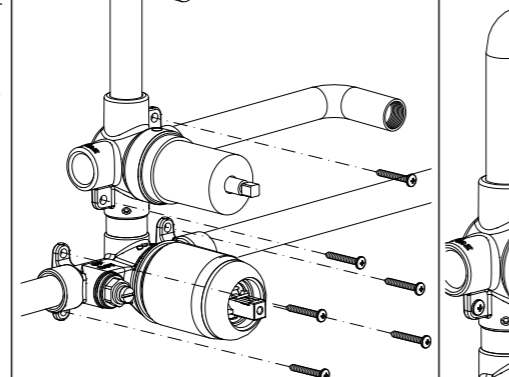

Fig. 10
6) Para comprobar la ausencia de fugas en la instalación coloque tapones en las salidas (Fig. 10).
6) Place plugs in the outlets in order to check for possible water leakages in the installation (Fig. 10).
6) Pour vérifier l'absence de fuite dans l'installation, placez les bouchons sur les sorties (Fig. 10).